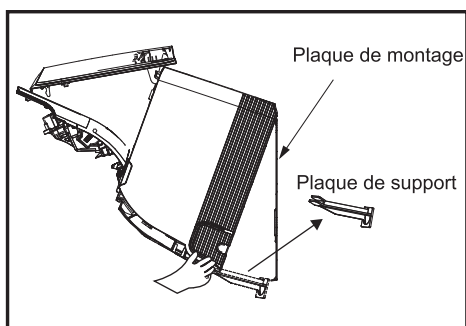
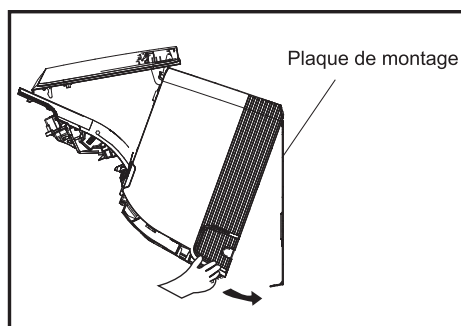
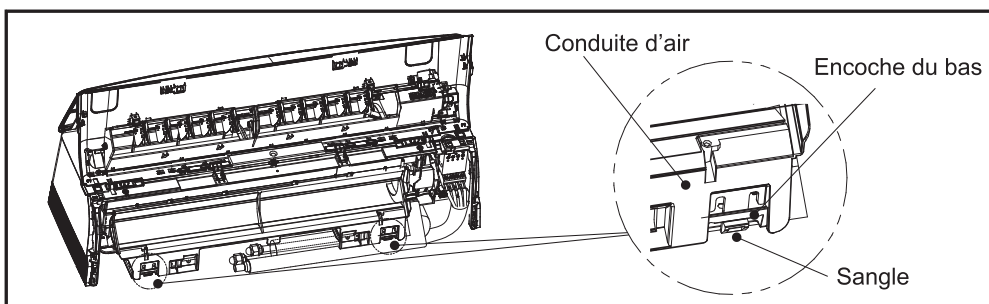

Fig. 19
Fig. 20
Fig. 21
9) Retirez la plaque de support comme illustré sur la fig.19. Puis déplacez l'unité étape par étape pour obtenir la meilleure installation, ensuite enfoncez les 2 sangles de la conduite de ventilation dans les 2 fentes du bas de la plaque de montage.(Fig.20 et Fig.21)